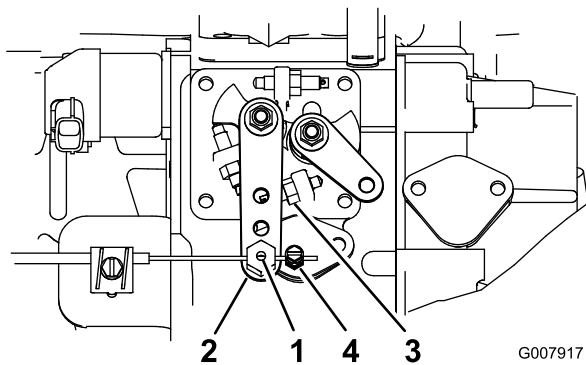

Figura 38
2. Afloje el conector del cable del acelerador, en el cable del acelerador, junto a la palanca de la bomba de inyección (Figura 38).
3. Sujete la palanca de la bomba de inyección contra el tope de ralentí alto (Figura 38).